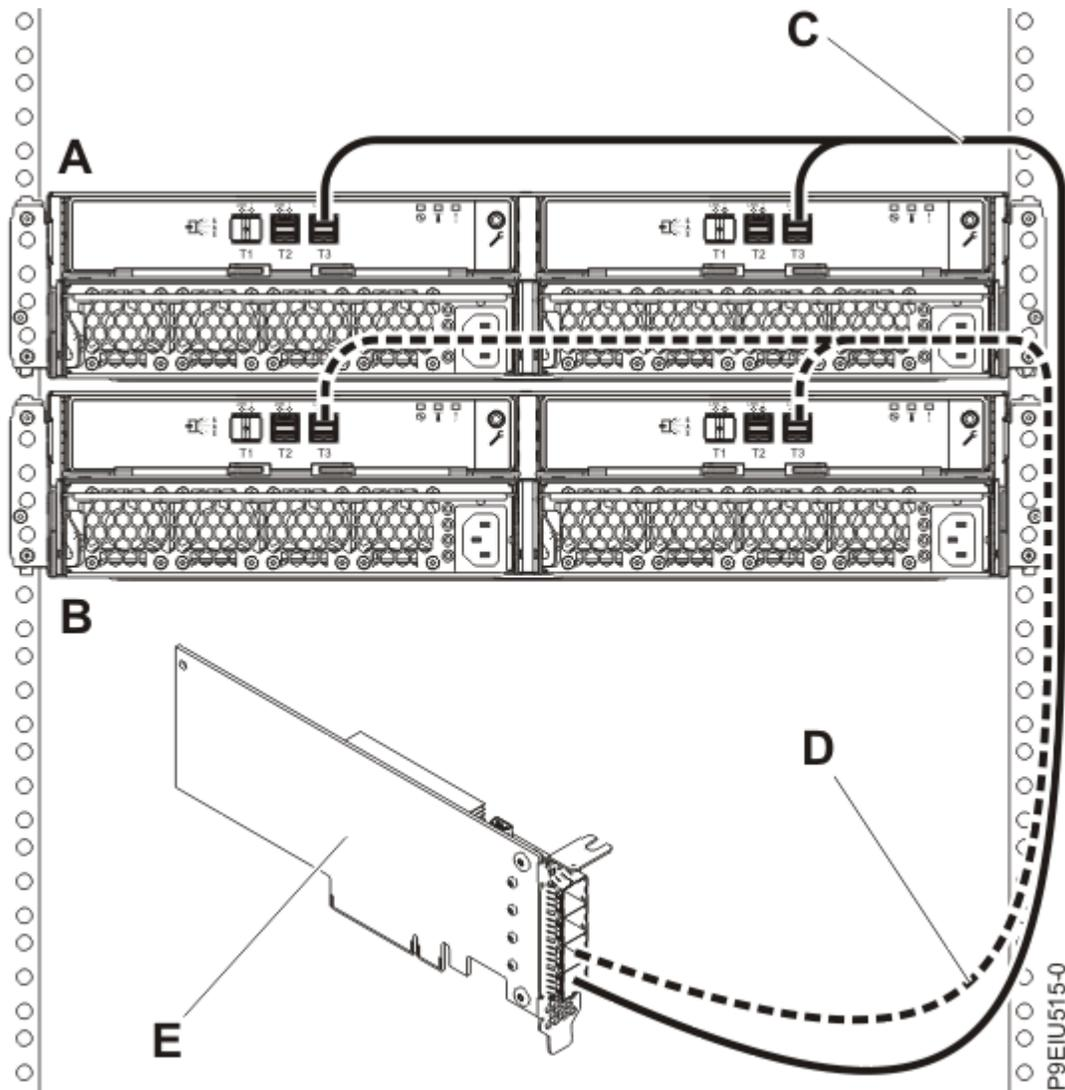

Figure 14. Connexion de mode 1 de deux armoires de stockage ESLL ou ESLS via des câbles YO12 à un adaptateur SAS FC EJ0J, FC EJ0K ou FC EJ0M unique
- Effectuez ensuite une connexion de mode 1 de deux boîtiers (**A et B**) via des câbles YO12 (**C et D**) à un adaptateur SAS FC EJ0J, FC EJ0K ou FC EJ0M unique (**E**), comme illustré à la Figure 14, à la page 20, puis passez à la section «Connexion des câbles et des cordons d'alimentation et installation des capots», à la page 30.